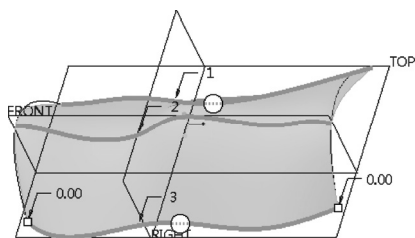

图 7-10 指定第一方向链
3) “边界混合”选项卡中的 (第一方向链收集器) 处于被激活状态。选择曲线 1, 按住〈Ctrl〉键的同时选择曲线 2 和曲线 3, 如图 7-10 所示。